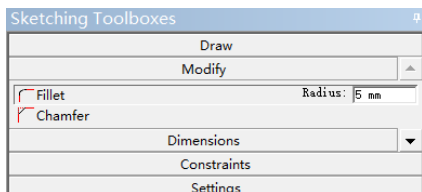

图 3-94 设置圆角半径
11) 单击 “Modify” 按钮, 然后单击 “Fillet”, 设置 “Radius” 为 “5mm”, 如图 3-94 所示。